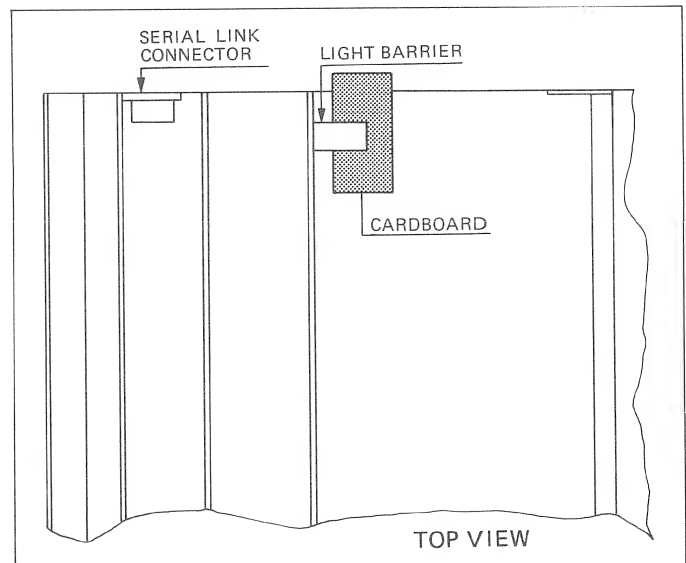

Fig. 4.13
- Hintere Gabellichtschranke für die Schubladepositionserkennung auf SERVO 1 PCB 1.769.310 mit einem Stück Karton abdecken (siehe Fig. 4.13).